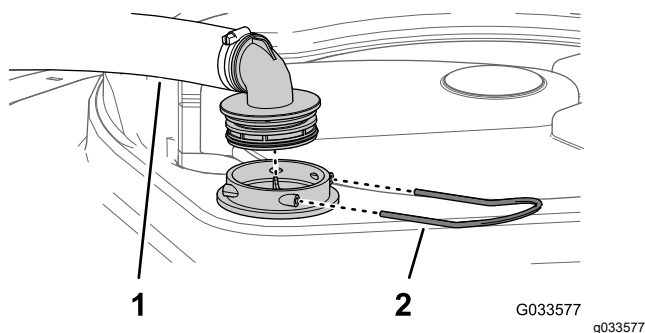

Figure 50
2. Au sommet de la cuve du pulvérisateur, retirez l'étrier de fixation qui fixe le raccord de flexible sur le grand flexible du logement du filtre (Figure 50).
3. Retirez le flexible et le raccord du logement du filtre (Figure 50).